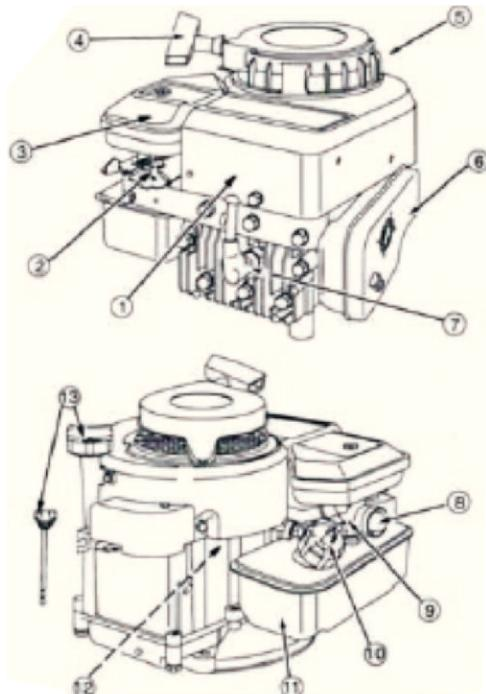

рис. 3
Основным элементом газонокосилки является 4-х тактный двигатель внутреннего сгорания (1), с вертикальной осью коленвала и его основные части: (2) - рычаг дросселя; (3) - фильтр воздушный; (4) - стартер ручной; (5) -ограждение; (6) - глушитель; (7) - свеча зажигания; (8) - кнопка топливного насоса; (9) - карбюратор; (10) - пробка бензобака; (11) - бензобак; (12) - корпус двигателя; (13) – маслоналивная горловина. см. рис. 3.